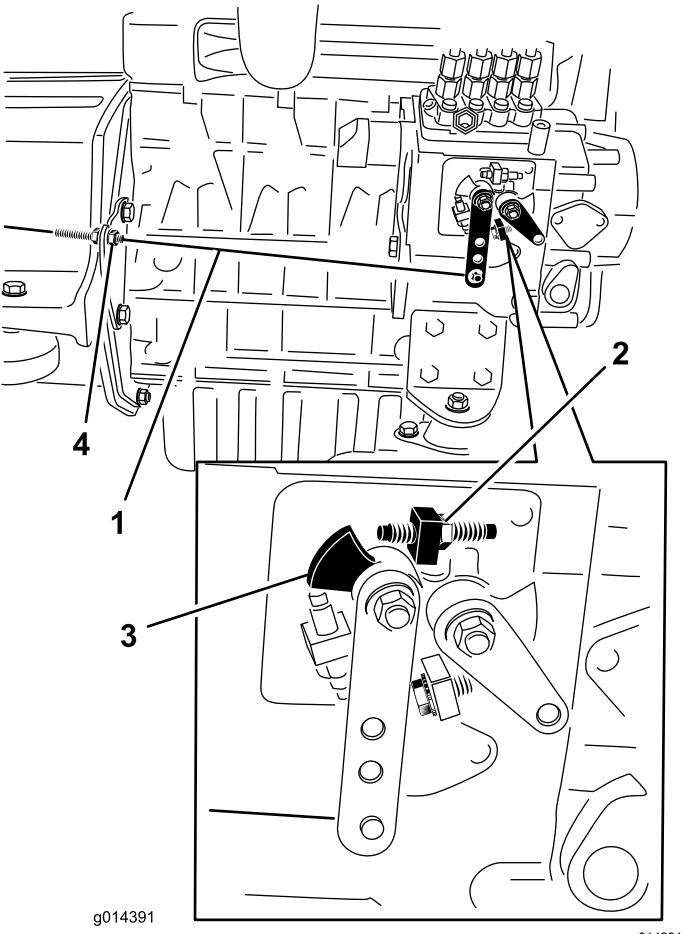

Рисунок 34
- Проверьте положение рычага регулировки скорости на насосе для впрыска топлива. Когда рычаг дроссельной заслонки находится в положении БЫСТРО (фиксированном), рычаг регулировки скорости должен касаться винта высоких оборотов (Рисунок 34).
- При необходимости отрегулируйте положение контргаек тросика дроссельной заслонки так, чтобы рычаг регулировки скорости касался винта высоких оборотов, когда рычаг дроссельной заслонки находится в положении БЫСТРО (фиксированном) (Рисунок 34).